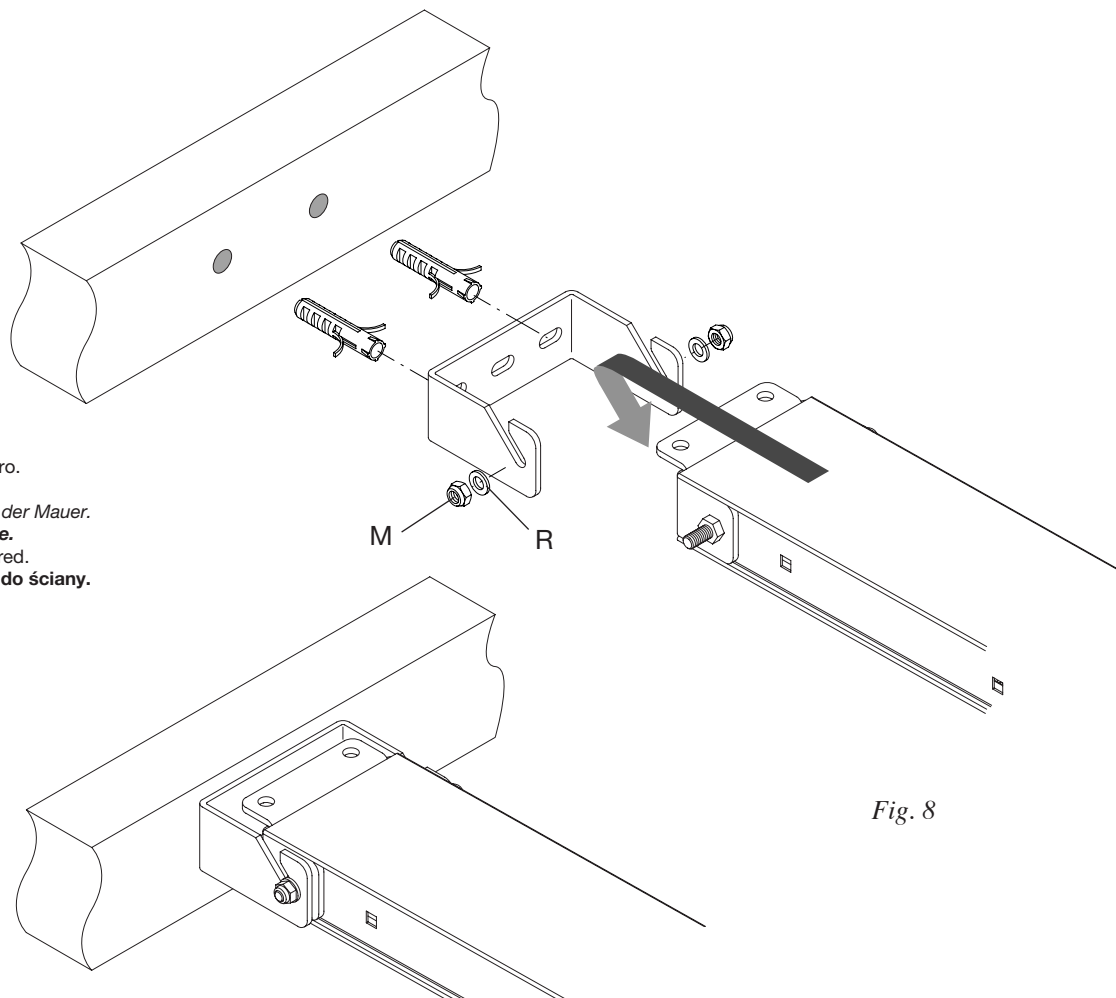
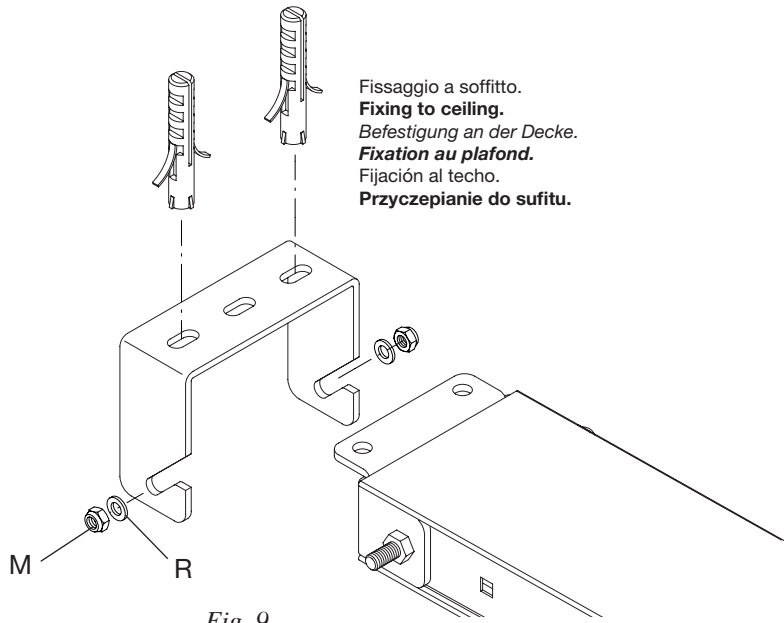

Fig. 8
Fig. 9
- fissare la staffa di aggancio S al muro (Fig.8) o al soffitto (Fig.9), tracciando in corrispondenza al centro della porta i due punti di fissaggio. Agganciare la rotaia alla staffa e fissarla con i dadi M e le rondelle R. Posare il corpo motoriduttore a terra.